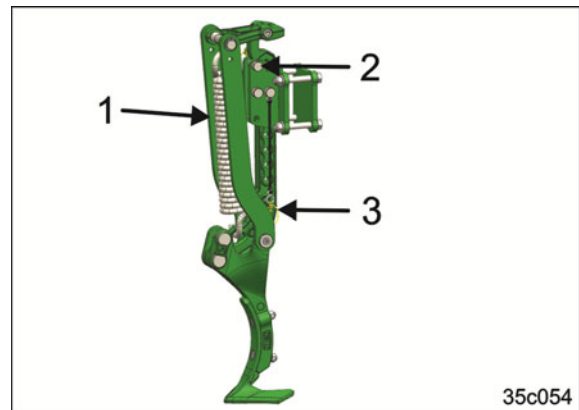

Рис. 121
8. Удерживая следорыхлитель за выемку, вставьте его в крепление (Рис. 121/1).
9. Вставьте все фиксирующие пальцы (Рис. 121/2).
10. Застопорите палец пружинным фиксатором (Рис. 121/3).